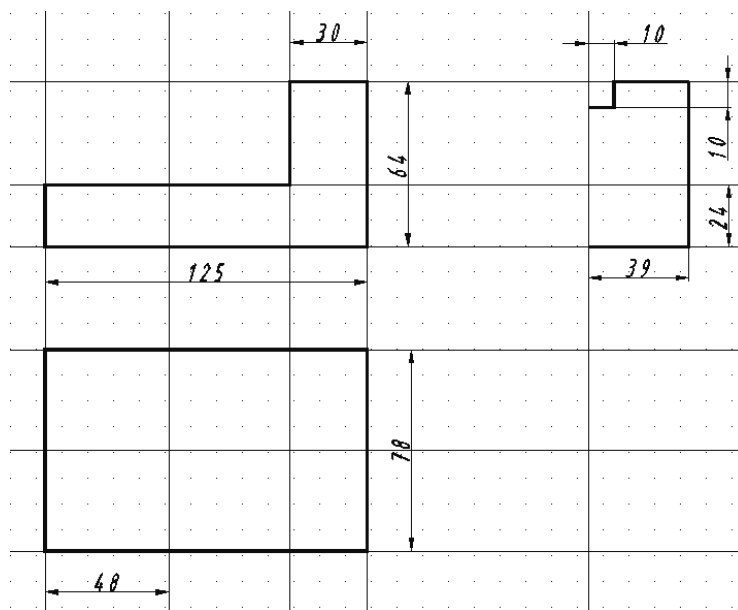

Рисунок 7.4
3. Провести необхідні допоміжні побудови для формування трьох видів деталі. Шар – Допоміжний, команда – ПРЯМА (опції Гор, Вер, Відступ), рис. 7.4.
4. Виконати обведення зовнішнього контуру виду зверху (прив'язка – Перетин) без заокруглень і викреслити половину зовнішнього контуру виду зліва з полярним відстежуванням (або автовідстежування) на шарі Контур командою полілінія, рис. 7.4.